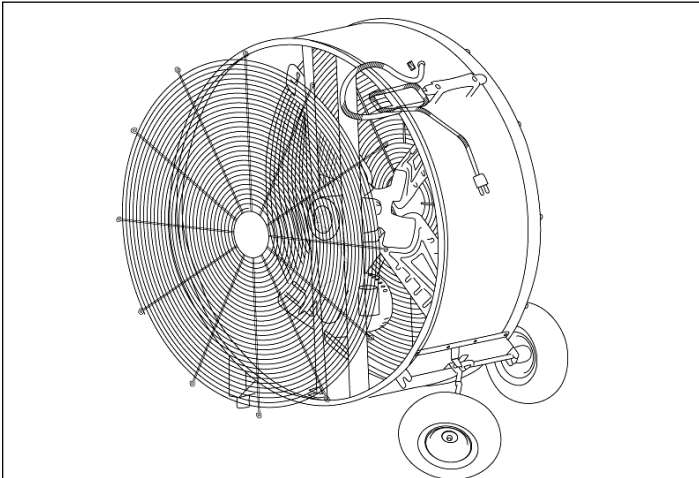

figura 2: Quitar la protección
1. Quite los tornillos de la cubierta trasera e incline la rueda (figura 2).